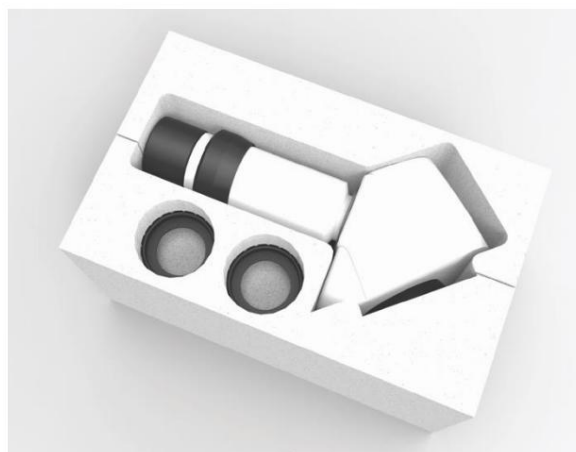

Fig. 6-7 – Paquete binocular
- Tome el paquete binocular (después de sacarlo de la cámara de soldadura) (Fig. 6-7) y extraiga el binocular de el paquete;
En el paquete de los binoculares (Fig. 6-7) también hay dos copas oculares, que se pueden aplicar en los oculares, en caso de que el usuario use anteojos.